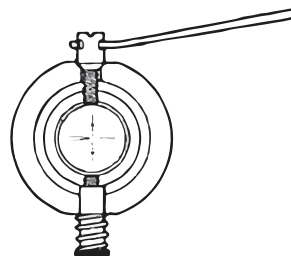

Abbildung 11
Entfernen Sie die Okularabdeckung (12). Drehen Sie die Einstellschraube mit dem Stift (Abb. 11), bis die Werte b_2' und b_2 übereinstimmen. Bringen Sie die Okularabdeckung wieder an.
Retire la tapa del ocular (12). Gire el tornillo de ajuste con el pasador (Fig. 11) hasta que los valores b2' y b2 sean iguales. Vuelva a colocar la tapa del ocular.